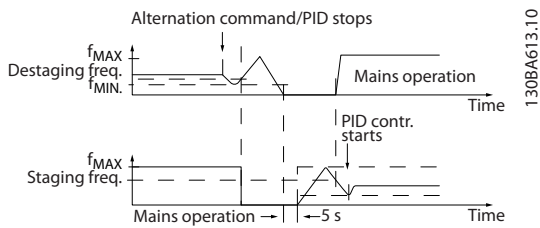

Рисунок 3.81 Конфигурация с медленным режимом
0.5 s* [ пар. 25-58 - 5 s]	Этот параметр активен только в том случае, если значение параметр 25-50 Чередование ведущего насоса отлично от [0] Выкл. Этот параметр задает промежуток времени между остановкой предыдущего насоса с регулируемой скоростью и пуском этого насоса в качестве насоса с фиксированной скоростью. Описание процесса включения и чередование см. в Рисунок 3.81 .